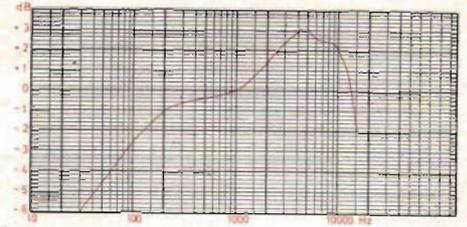

Bild 15. Frekvensgången vid in- och avspelnning via audiokontakten. Garanterat värde: 8 dB inom 120 Hz—12 kHz.
► Betr frekvensgången, se kurvan i bild 15. ■